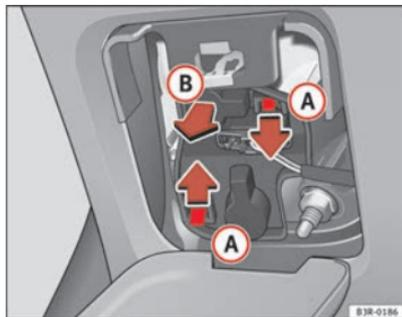

Fig. 220 Dépose du support d'ampoules
- Appuyez sur les languettes **A** ⇒ fig. 220 dans le sens des flèches et retirez le support d'ampoules en tirant dans le sens de la flèche **B**.